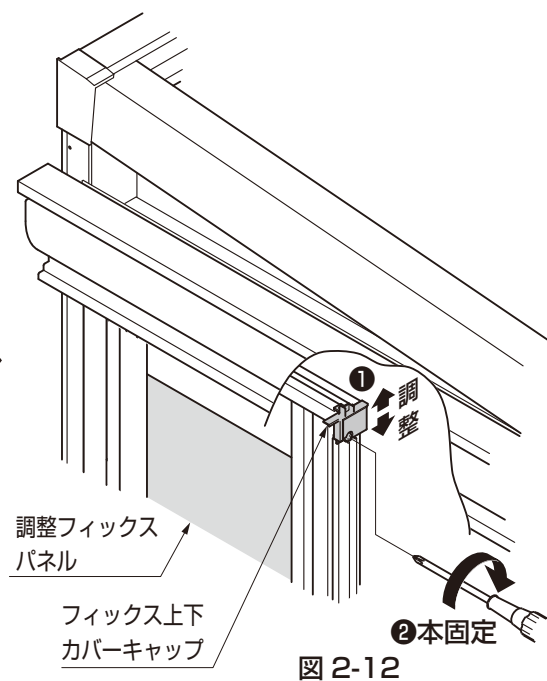
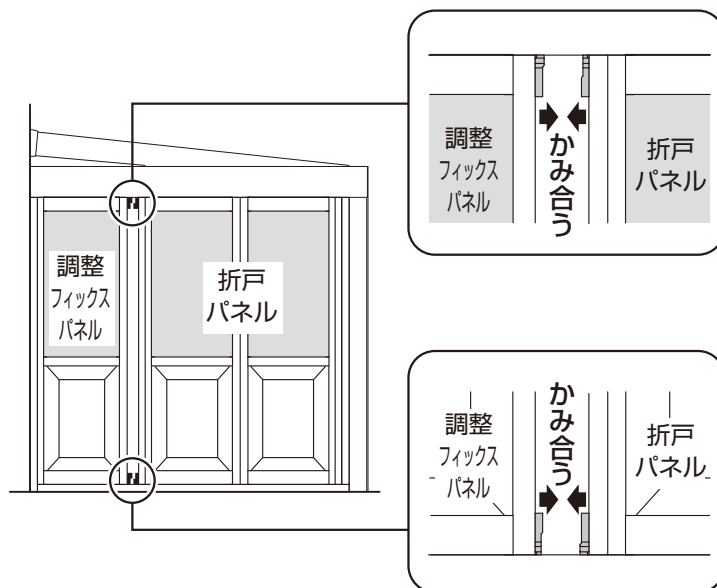

図 2-12
図 2-13
- ①フィックス上下カバーキャップ1、2と折戸パネル上下のパネルスペーサー大1、2がきちんとかみ合う位置で【1-5】を本固定してください。（図2-12、図2-13参照）